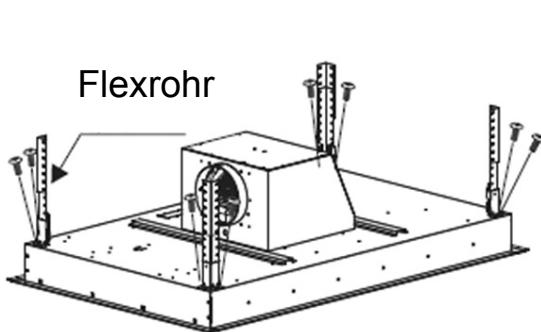

Abb. 11
6. Befestigen Sie die Winkeleisen in den Ecken (4 Stck) mit M4 X 10MM Schrauben (8 Stck) am Hauptgehäuse der Dunstabzugshaube. Siehe Abb.11& Abb.12 Verbindendes Winkeleisen Ecke